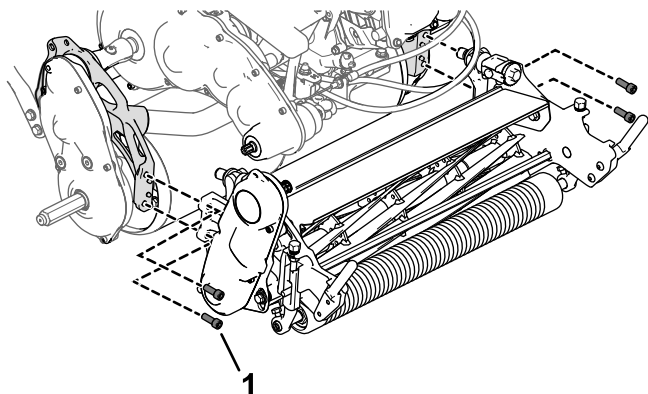

Рисунок 6
1. С помощью 4 винтов с головкой под торцевой ключ установите режущий блок на машину (Рисунок 6).